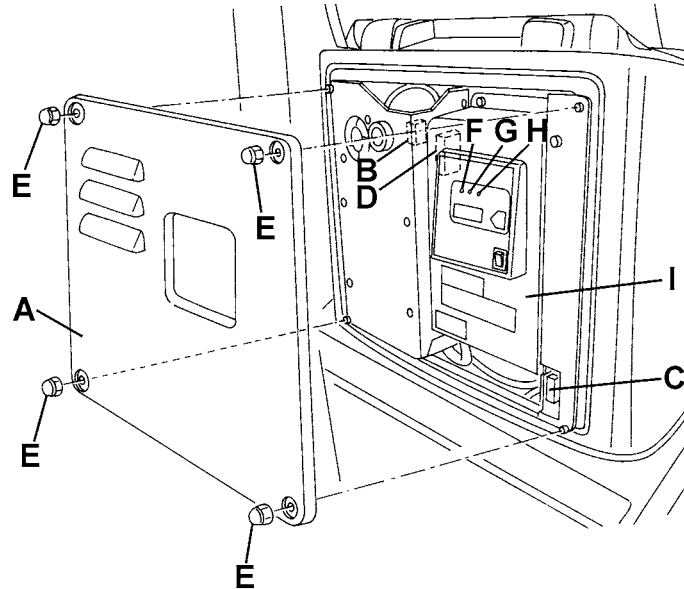

Figure 7
Lorsque le témoin lumineux rouge (F, Fig. 7) s'allume fixe sur le tableau de bord du chargeur de batterie, il indique que le chargeur de batterie est en train de charger les batteries.
1. Tourner la clé de contact (41) sur "0".
2. Enlever les écrous (E, Fig. 7) et déposer le couvercle (A).